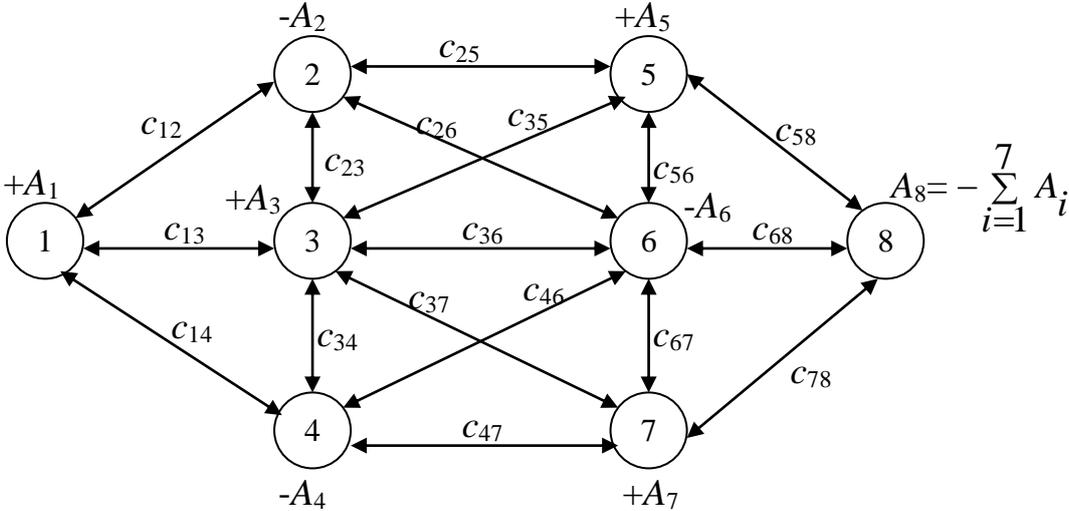

Рис.5.1 Сеть задачи коммивояжера
1) Записать математическую модель для симметричной ( $c_{ij}=c_{ji}$ ) задачи коммивояжера, заданной сетью на рис.5.1 и таблицей 5.1 (параметры  $A_i$  во внимание не принимаются). Исходная информация для выполнения